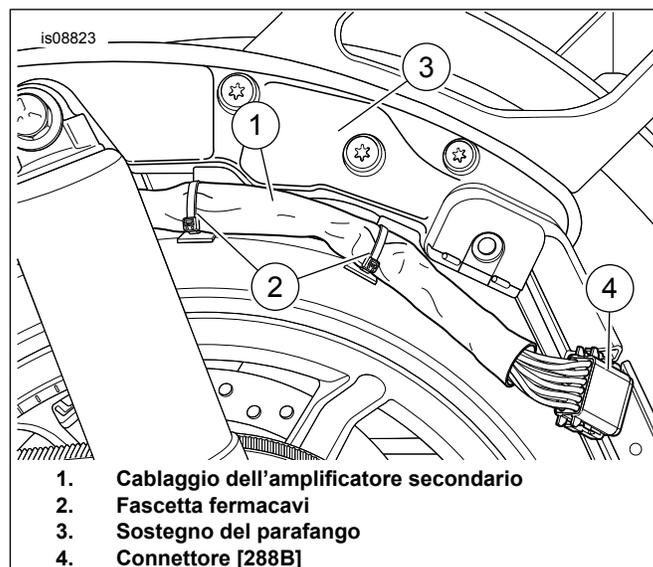

Figura 10. Disposizione del cablaggio
1. Vedere Figura 10. Disporre il cablaggio dell'amplificatore sul lato del veicolo (1) nell'area di montaggio della borsa, avviando il veicolo. Disporre il cablaggio intorno all'ingranaggio della ruota posteriore, seguendo la guida di sostegno della borsa.